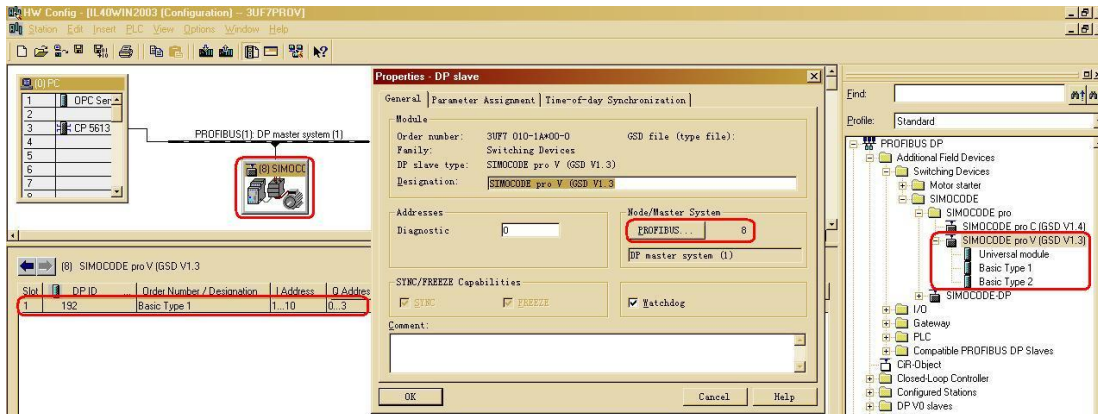

图 5
(C) 组态 DP 从站 SIMOCODE PRO V，分配站地址和 Basic Type，如图 5 所示。